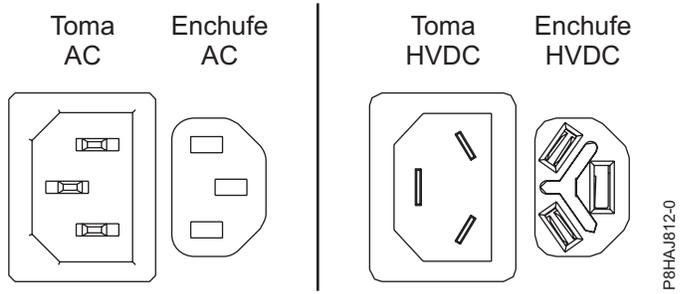
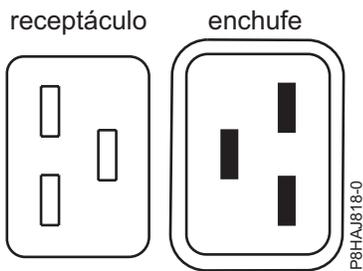
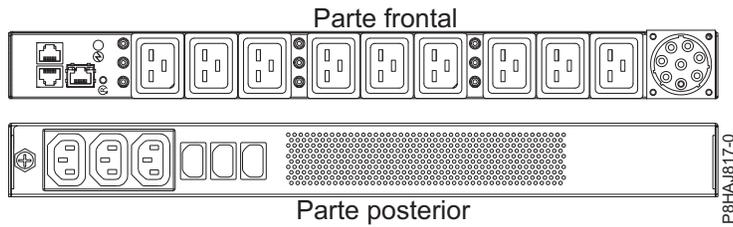

Figura 71. Conectores de CA y HVDC
Figura 72. Conectores para el sistema 8408-44E
Figura 73. PDU para el sistema 8408-44E
En Figura 71 en la página 104 se muestran los conectores admitidos de corriente alterna (CA) y de corriente directa de alto voltaje (HVDC). En Figura 72 en la página 104 y en Figura 73 en la página 104 se muestran los conectores admitidos y la unidad de distribución de alimentación (PDU) para 8408-44E.